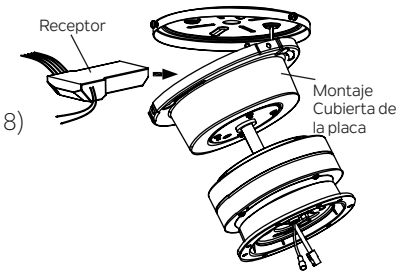

Figura 8
Paso 1. Colocar el receptor en la placa de montaje y manténgalo plano en oposición al techo. (Figura 8)